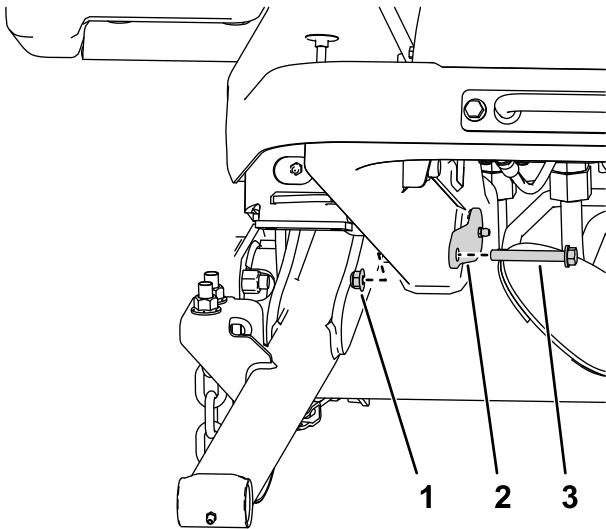

Figura 7
4. Utilice 2 tuercas ($\frac{3}{8}$ " y 2 pernos ($\frac{3}{8}$ " x $2\frac{3}{4}$ ") para sujetar los pasadores grandes al bastidor (Figura 7).